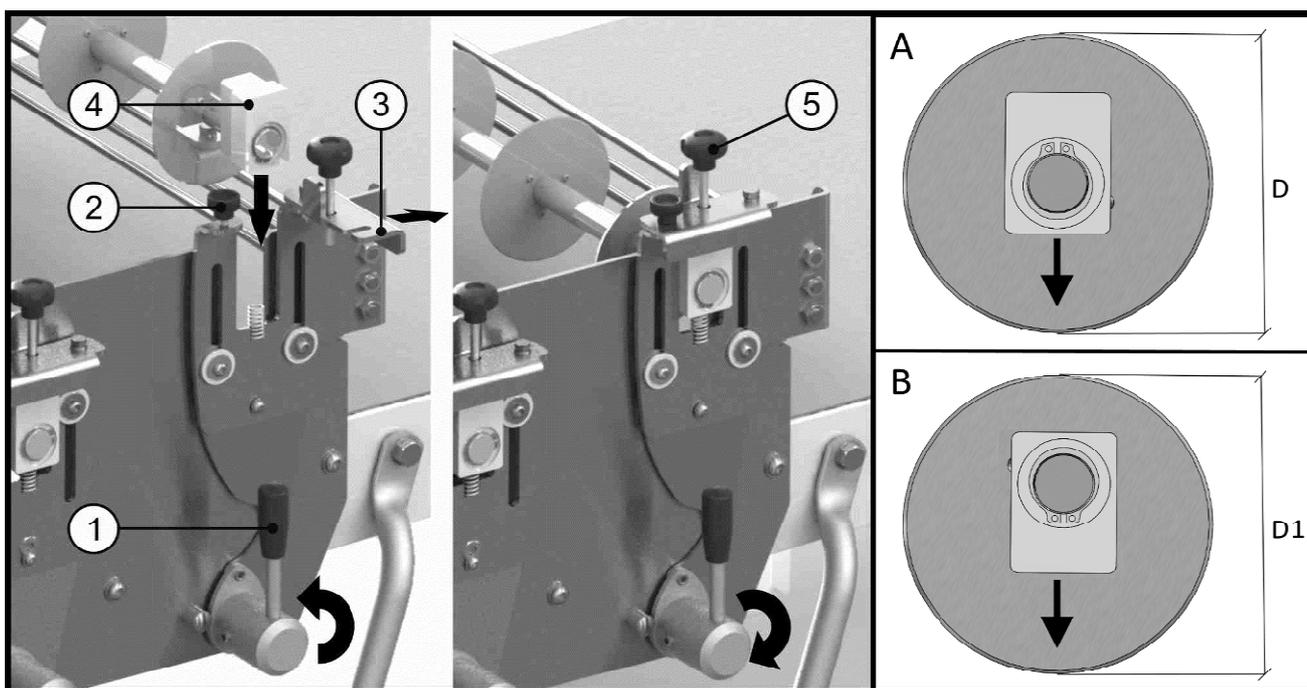

Рисунок 12
Следуйте инструкциям, изложенным ниже для установки/демонтажа ножей (Рисунок 12):
- Зафиксируйте обеими руками нейлоновые боковые направляющие ножа из.4 и вставьте их в соответствующие отверстия опоры. Особое внимание необходимо обратить на размещение боковых направляющих: при использовании ножей диаметром меньше 115 мм (D), установите направляющие как указано на Рисунок 12 Поз. А при использовании ножей диаметром больше 115 мм (D1) установите направляющие как указано на рисунке 13 Поз. В.